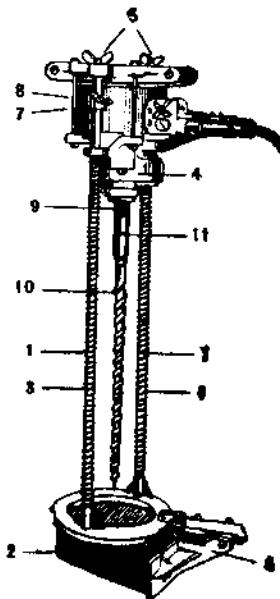
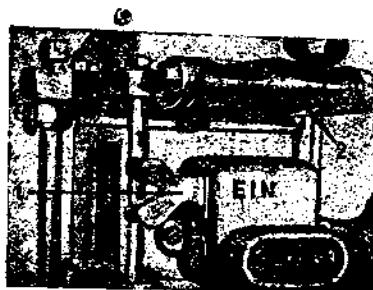

Рис. 56. Рабочая часть.
Рис. 57. Механизм управления.
*Направляющий механизм* служит для направления сверла при работе. Две стойки (1) направляющего механизма соединены наглухо с круглой опорной панелью (2). На стойке надеты 2 поддерживающие спиральные пружины (3), служащие для удержания корпуса инструмента в верхнем положении. Корпус инструмента (4) через опорные боковые проушины надет на стойки и поконится на пружинах, которые удерживают его в крайнем верхнем положении. В верхней
части на стойке навинчены 2 барашка (5). Сбоку к опорной панели неподвижно прикреплена планка, на выступы которой своими пазами надета боковая направляющая планка (6) (рис. 56).
*Ограничительное кольцо* служит для ограничения глубины сверления; нальто на стойки (7) между двумя опорными проушинами и крепится на стойке при помощи бокового барашка (8).
*Патрон-шпиндель* служит для вставки и удержания сверла. Шпиндель (9) составляет одно целое с полуосью передаточного механизма. Сверло вставляется в гнездо патрона (10) и держится благодаря конусной заточке, дополнительно крепится в гнезде патрона стопорным винтом (11).
Выключатель 2-полюсный помещен сбоку токоподводящей коробки. Служит для включения токоподводящих концов на рабочее положение (1). Ручки (2) составляют одно целое с корпусом и служат для управления и держания инструмента при работе (рис. 57).